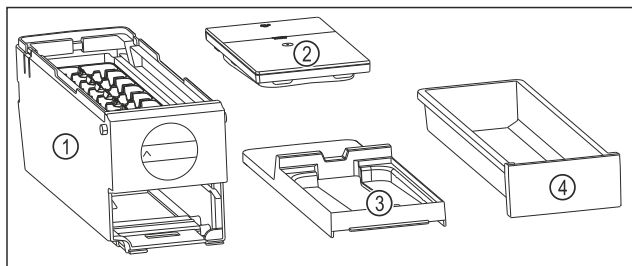

Fig. 138 Sestavni deli modula EasyTwist-Ice
- ▷ Modul EasyTwist-Ice je razstavljen na štiri dele. (glejte Fig. 138)
- ▶ Modul EasyTwist-Ice razstavite le na prikazane sestavne dele. (glejte Fig. 138)
- ▶ Glavni del EasyTwist-Ice Fig. 138 (1) očistite kot celoto.